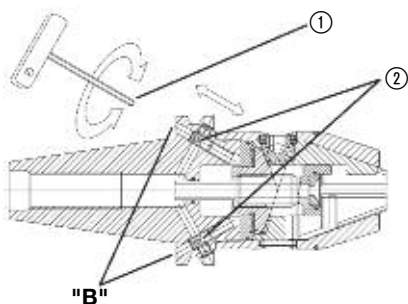

Fig. 1
- Form AD** (Fig. 1)
- Form B** (Fig. 1 + 2)